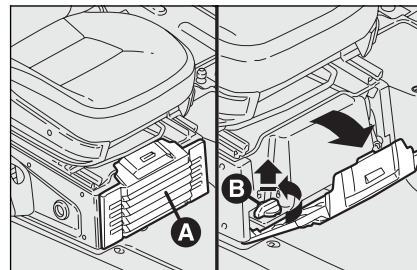

fig. 92
- Open de klep **A** en verwijder deze zoals aangegeven in fig. 92;